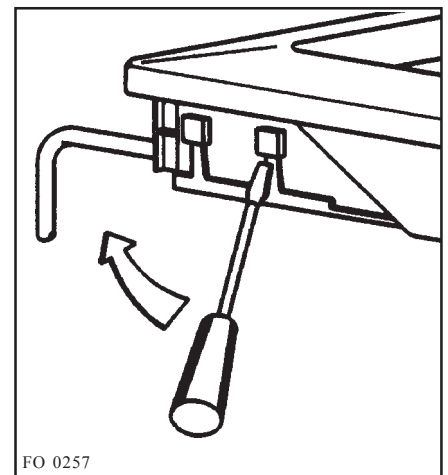

Fig. 2
- exercer une légère pression et soulever (Fig. 2).